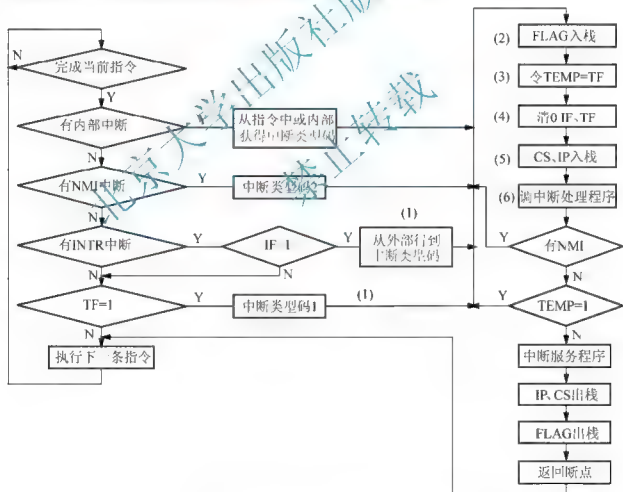

图 6.17 8086/8088 CPU 中断处理的基本过程
图 6.17 所示为 8086/8088 CPU 中断处理的基本过程。CPU 在每条指令的最后一个机器周期的最后一个 T 状态, 均按顺序采样中断请求信号。首先采样的是中断优先级最高的内部中断, 其次采样 NMI、INTR 和 TF。对这几种中断的处理过程基本类似, 所不同的是获取中断类型码的方法不同。对于软中断和非屏蔽中断, 其中断类型码由系统设定。对于可屏蔽中断, 其中断类型码由发出 INTR 请求的 8259A 提供。
- (1) 执行两个中断响应总线周期, 取得中断类型码。当 CPU 响应 $\overline{\text{INTR}}$ 引脚上的中断请求后, 在两个总线周期的 $T_2 \sim T_4$ 状态分别输出两个 $\overline{\text{INTA}}$ 负脉冲, 在第二个总线周期的 $T_2 \sim T_4$ 状态内, CPU 在低 8 位数据总线上获得 8259A 送来的中断类型码。
- (2) 执行一个总线写周期将标志寄存器 FLAG 的值入栈。
- (3) 保存 TF, 将 TF 送入 TEMP。
- (4) 设置 $\text{IF}=0$, $\text{TF}=0$, 即关中断和禁止单步中断。
- (5) 执行两个总线写周期, 将断点处的段地址 CS 和偏移地址 IP 的内容入栈保护。
- (6) 执行两个总线读周期, 将中断向量前两个字节, 即中断处理程序偏移地址和后两个字节段地址的内容分别送入 IP 和 CS 寄存器, 调用中断处理程序。
在图 6.17 所示的流程中, (1)~(6)是 CPU 的内部处理, 由硬件自动完成。对于非屏蔽中断和软件中断不需要第(1)步, 只需从第(2)步开始。